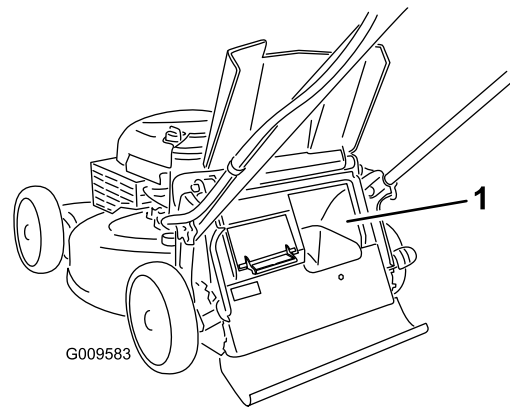

Рисунок 20
**Внимание:** Для обеспечения надлежащей работы, прежде чем передвигать рычаг включения сбора в мешок из одного положения в другое, удалите всю скошенную траву и мусор из дверцы для сбора в мешок и окружающего проема (Рисунок 20).